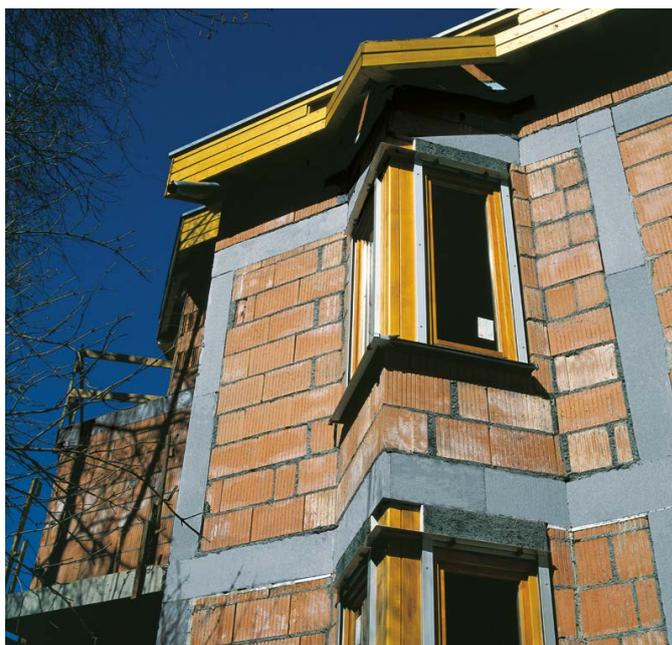

Figura 05
- realizzando il cosiddetto "taglio termico" che può, evidentemente, essere previsto solo negli edifici di nuova costruzione a causa dei problemi costruttivi che esso può comportare (figura 05).